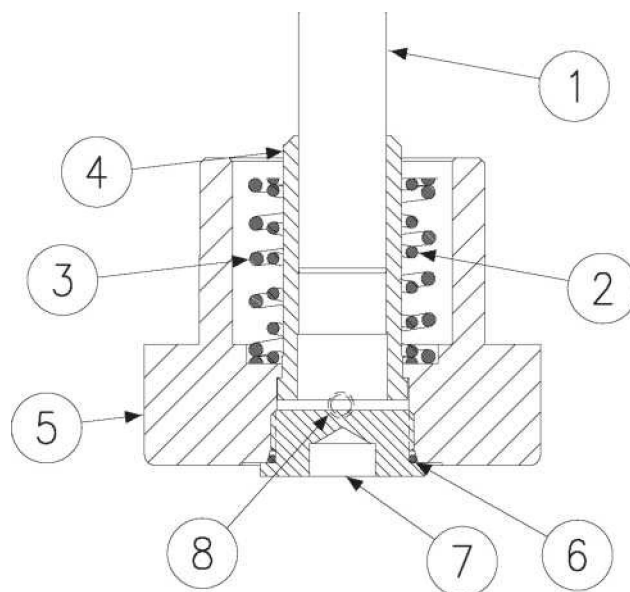

Рисунок 9
1. См. **Рисунок 9**. Установите на полный ход стопор максимального объема. Удалите 4 винта, удерживающих крышку на насосе. Внимание! Осторожно обращаться с пружиной под нагрузкой.
3. Удалите и проверьте состояние пружин (2), (3) и поршня (1). Если муфта (4) непригодна к эксплуатации, ее следует выдавить и заменить.